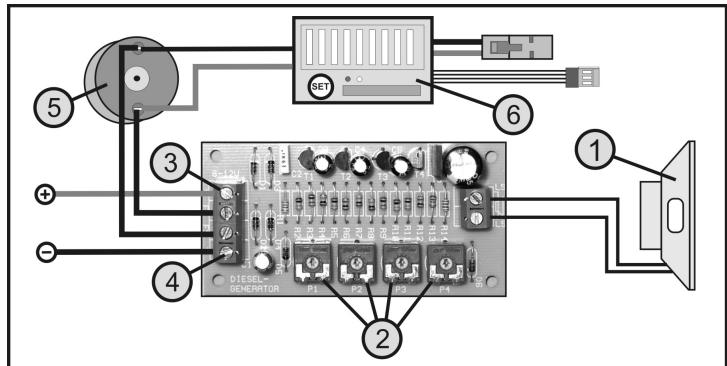

Figure 1
- Connectez un haut-parleur miniature sur la borne à deux broches « LS » (voir figure 1, Pos. 1). Le haut-parleur doit présenter une impédance de 4 - 8 ohms.
- En utilisant un tournevis approprié, positionnez les boutons de réglage P1 - P4 (voir figure 1, Pos. 2) en position médiane. Pour ce faire, utilisez un tournevis de réglage en plastique pour éviter tout court-circuit.
- Connectez la tension d'alimentation (6 - 12 V/CC) aux bornes « + » (voir figure 1, Pos. 3) et « - » (voir figure 1, Pos. 4) en respectant la polarité.
- Si le bruit électronique doit dépendre de la vitesse de déplacement, les deux bornes « FS » doivent être connectées parallèlement au moteur d' entraînement (voir figure 1, pos. 5) Il n'est pas nécessaire de faire attention à la polarité des câbles de raccordement du moteur.
Le raccordement d'un moteur de traction n'est possible que si l'y a dans le moteur un moteur à courant continu (moteur collecteur avec deux câbles de raccordement) avec régulateur de vitesse approprié (voir figure 1, pos. 6).